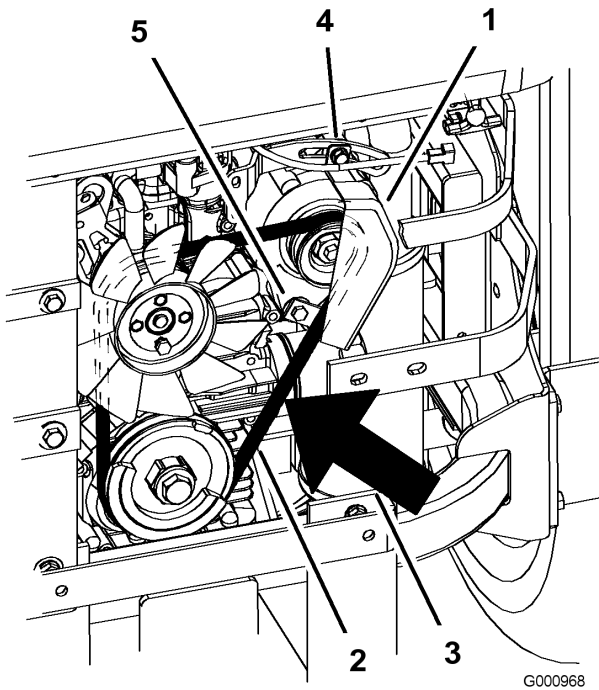

Bild 58
- Lösen Sie die untere Schraube und nehmen Sie die obere Schraube ab, mit denen die Lichtmaschine und die Abdeckung befestigt sind (Bild 58).
- Montieren Sie den neuen Riemen um die Spannscheiben und die Lichtmaschine (Bild 58).
- Ziehen Sie die untere Schraube fest und setzen Sie die obere Schraube ein, mit denen die Lichtmaschine und die Abdeckung befestigt sind (Bild 58).
- Stellen Sie die Lichtmaschine nach außen ein, sodass der Riemen zwischen den Motor- und Lichtmaschinenspannscheiben 7 bis 9 mm durchhängt, und Sie eine Kraft von 10 kgf aufbringen (Bild 58).
- Wenn die Spannung richtig ist, ziehen Sie die untere und obere Schraube fest (Bild 58).